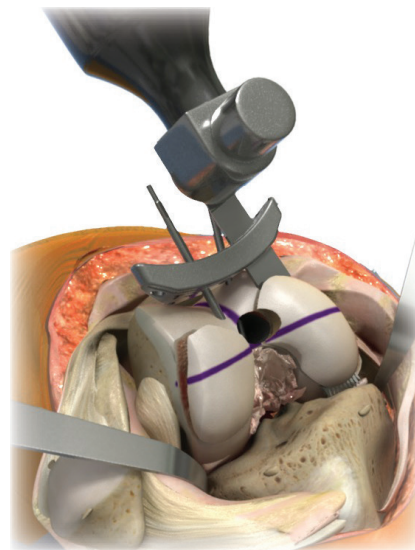

Figura 8
- Una vez que la resección esté completa, retire los pines y el Bloque de Corte Universal del fémur y retire los cortes de hueso de los cóndilos distales. (Figura 8).